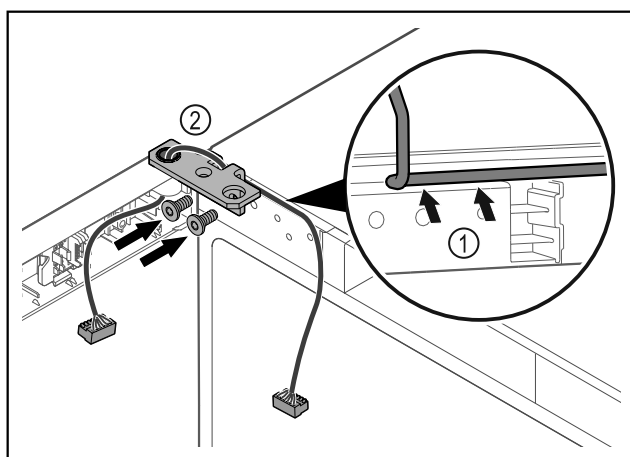

Fig. 46
- Kabel door de uitsparing van de scharnierhoek leiden en voorzichtig monteren Fig. 46 (1).
- Scharnierhoek Fig. 46 (2) vastschroeven.